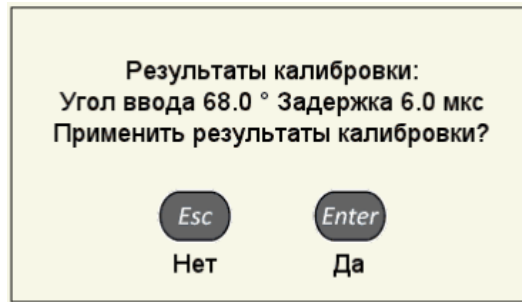

Рисунок 39
– подтвердить принятие результатов калибровки – **Enter** или отказаться от результатов калибровки – **Enter** (рисунок 39).